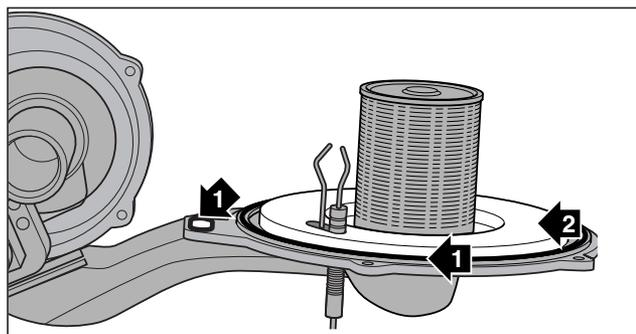

Fig. 7.5 Controllare le guarnizioni e l'isolamento della flangia del bruciatore
Le due guarnizioni (1) sul modulo termico compatto (fig. 7.5) devono essere sostituite in occasione di ciascuna manutenzione.
L'isolamento della flangia del bruciatore (2) sul modulo termico compatto (fig. 7.5) non deve presentare alcun danno; in caso contrario procedere alla sua sostituzione.